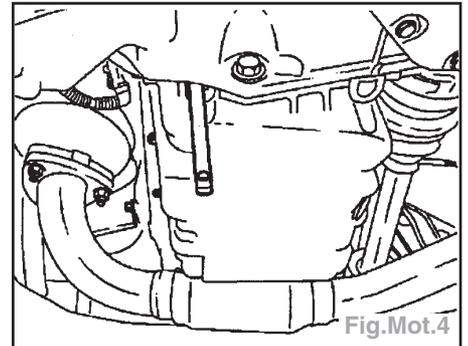

Fig.Mot.4
- Extraire le bouchon de protection et déposer la poulie de vilebrequin à l'aide de l'outil de blocage KM-911 (Fig.Mot.4).
- Le recouvrement du module, les 5 vis, débrancher la fiche (2) et l'extraire avec les outils KM-6009 (Fig.Mot.4).